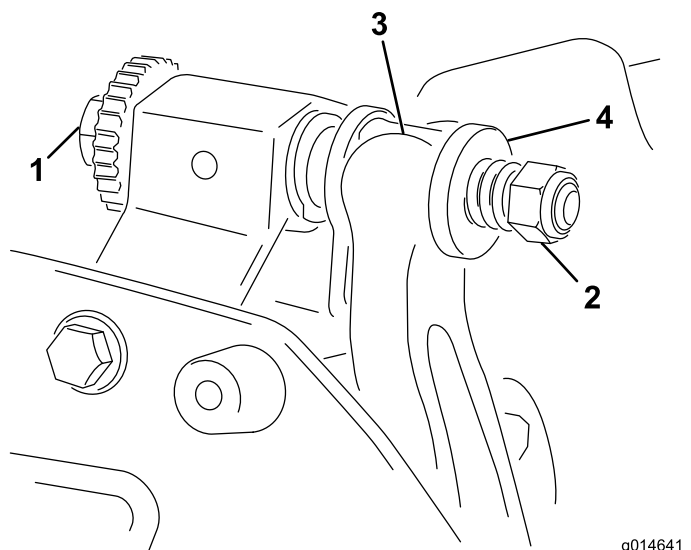

Рисунок 19
1. Поверніть регулювальний гвинт опорної планки проти годинникової стрілки, щоб відвести протиніж від барабана (Рисунок 19).
2. Відкручуйте гайку притискання пружини, поки шайба не перестане притискатися до опорної планки (Рисунок 19).